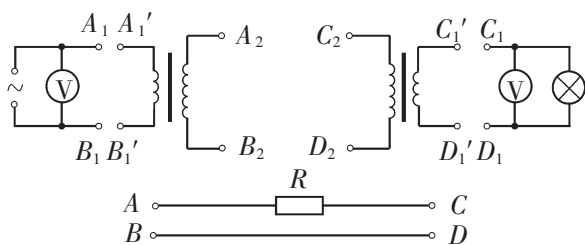

图 2-7-2
**实验 1：**如图 2-7-2 所示，将 A、B、C、D 接头分别与  $A_1$ 、 $B_1$ 、 $C_1$ 、 $D_1$  相接，接通电源，观察小灯泡的亮度和交流电压表的示数。然后用两端带鳄鱼夹的导线夹在电阻两端，观察小灯泡的亮度和交流电压表的示数有何变化。这个现象说明了什么？